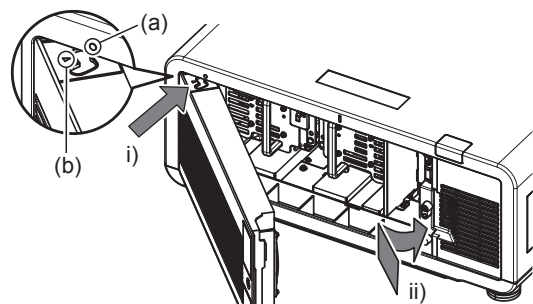

Fig. 2
- 4) Fissare il coprilampada. (Fig. 2)**